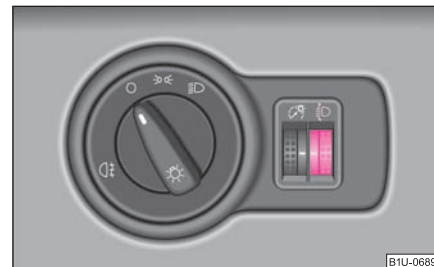

Fig. 48 Tabloul de bord:
- Rotiți regulatorul rotativ ⇒ fig. 48, până când lumina de întâlnire este reglată astfel încât să nu îi orbească pe participanții la trafic.